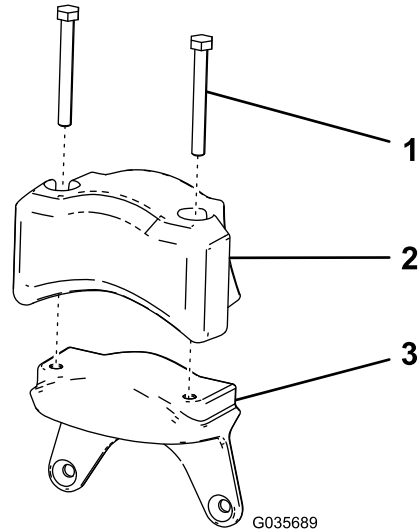

図 9
1. ステップ 5 (2 カuttingユニットの準備 (ページ 3))で外したキャップスクリュー 5/16 x 2³/₄" 2 本とカウンタウェイトを、新しいウェイトに組み付ける 図 9。